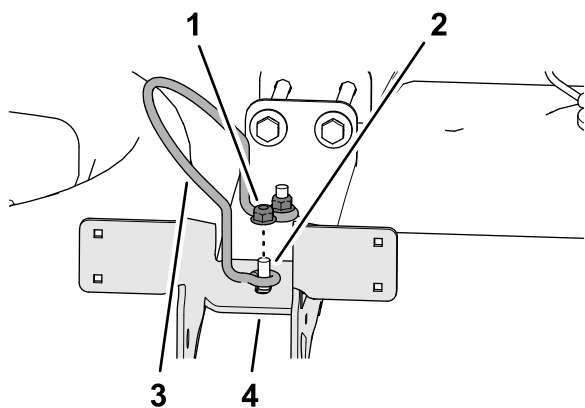

Figura 14
- Montai opritorul capacului rezervorului i cele 2 contrapiulie cu guler pe care le-ai îndepărtat la pasul 1 pe cele 2 uruburi de fixare superioare (Figura 14).